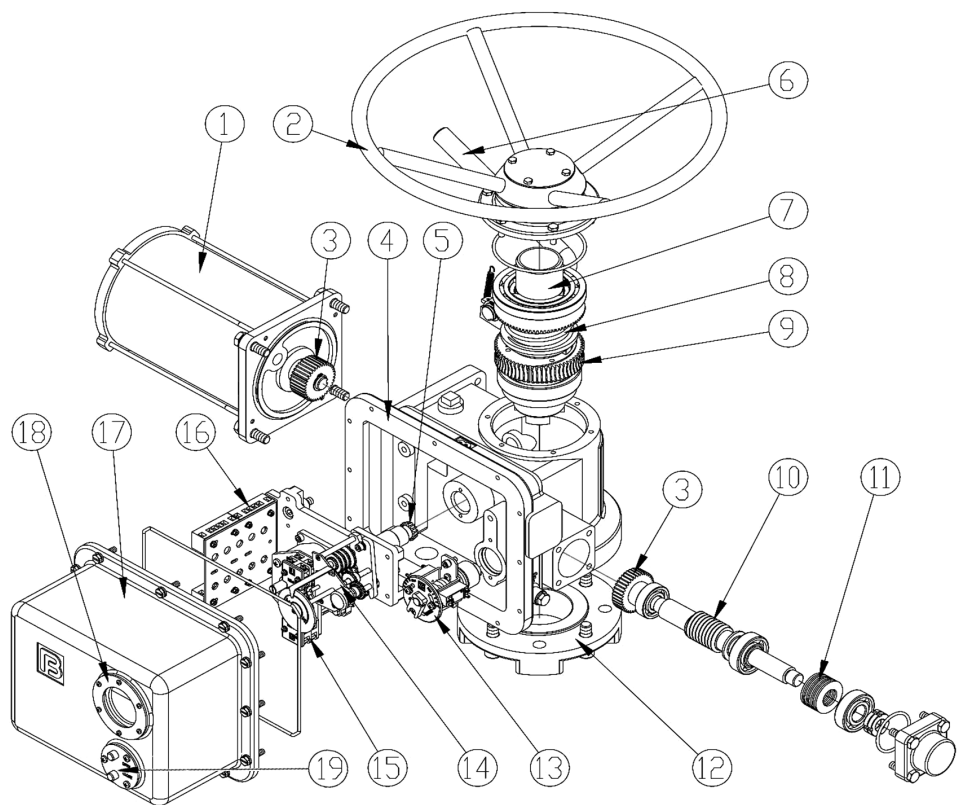
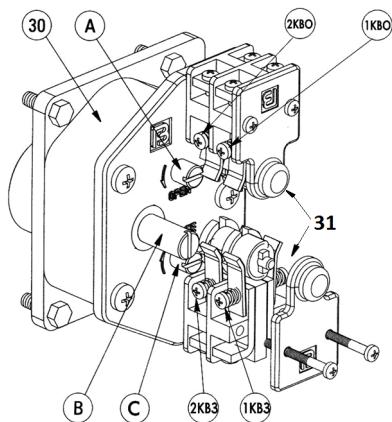

Рис.1 Электроприводы серии ГЗ-А, ГЗ-Б
Рис. 2 Ограничитель хода выходного вала
2.1 Электроприводы серии ГЗ-А, ГЗ-Б (рис. 1)
Ограничитель хода выходного вала состоит из редуктора 30 (рис. 2) и роторного механизма микровыключателей.
Двухсторонняя муфта ограничения крутящего момента (13) (рис. 1) состоит из червячного вала (10), сбалансированного по осевым перемещениям тарельчатыми пружинами (11) и ограничителя крутящего момента с пластиной С (рис 3).
Индикатор положения затвора арматуры (15) (рис. 1) состоит из набора установочных шестерен, омического датчика (опционально) (40), регулируемых дисков с указателем положения затвора (47, 48). На стержне (42) имеется 4 зубчатых зацепления, позволяющих фиксировать шестерню (43), для трехступенчатой индикации положения затвора арматуры.
Вращение от электродвигателя (1) (рис.1) через прямозубую цилиндрическую шестерню (3) передается на червячный редуктор (9, 10), который обеспечивает вращательное движение выходного вала (7) и через кулачковую муфту преобразуется в поступательное движение штока затвора арматуры.
Ограничитель хода выходного вала (рис. 2) через переходной вал (5) (рис. 1) механически связан с выходным валом электропривода. После надлежащей настройки ограничитель хода выходного вала соответствует определенным положениям затвора. При достижении затвором арматуры этих положений срабатывают соответствующие микровыключатели, отключая электропитание электродвигателя.
Индикатор положения затвора арматуры (15) (рис. 1) механически связан с валом ограничителя хода выходного вала. После надлежащей настройки указания индикатора соответствуют определенным положениям затвора арматуры независимо от режима работы электропривода – ручного или электрического.